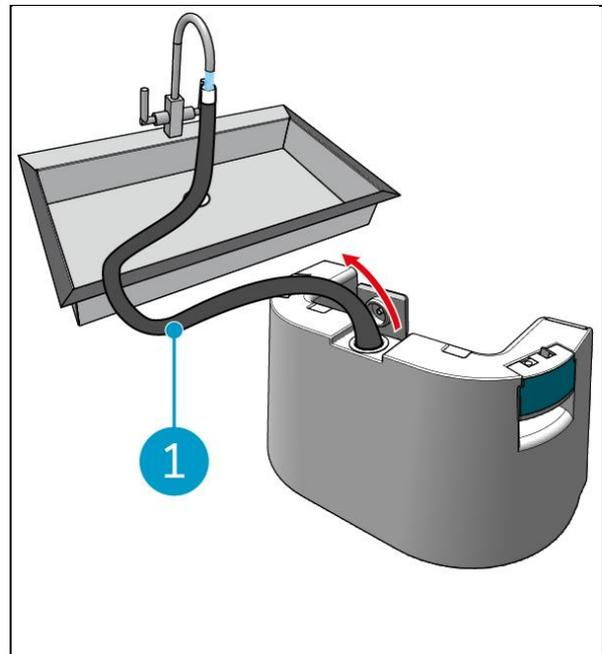

Figura 15
4. Tire de la manguera negra de llenado (Figura 15, pos. 1).
5. Llenar completamente el depósito de agua limpia con agua limpia, ver Figura 15.